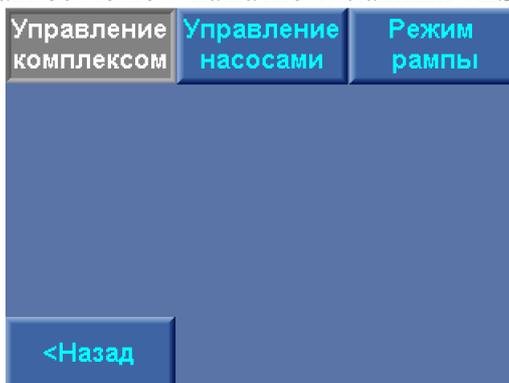
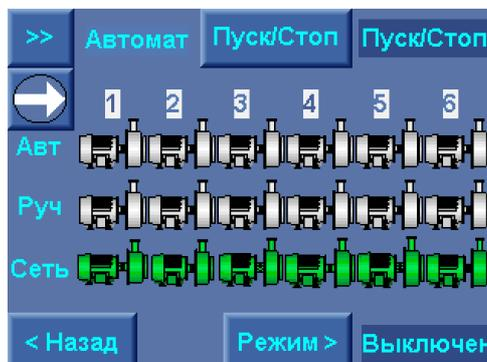

Рис. 8.1. Меню Управление комплексом
Рис. 8.2. Меню Управление насосами
Меню предназначено для перехода к меню управления режимами работы насосов и тестового пуска насосов в режиме ramпы. Внешний вид меню представлен на рис. 8.1. Переход к меню производится из Меню перехода (рис. 6.3) касанием («нажатием») клавиши «Управление».
Из меню рис. 8.1 производится переход:
Управление режимами работы насосов и их прямой пуск от сети производится в меню Управление насосами. Переход в меню производится без пароля доступа нажатием клавиши «Управление насосами» меню Управление комплексом (рис. 8.1). Меню Управление насосами представлено на рис. 8.2.
Переход к меню производится без пароля доступа нажатием клавиши **«Режим рампы»** меню Управление комплексом (рис. 8.1).
1) Выбрать порядковый номер насоса из числа индицируемых насосов в строке «Вкл». В случае, если переключатель «Режим» выбранного насоса находится в положении «Авт.», а его символ не индицируется в строке «Вкл» экрана меню Рампового пуска, необходимо в меню Управления насосами (рис. 8.2) установить режим выбранного насоса **«Авт.»**, или последовательно установить переключатель **«Режим»** этого насоса в положение **«0»**, затем – **«Авт.»**, произведя тем самым сброс виртуального отключения насоса из режима автоматического регулирования.